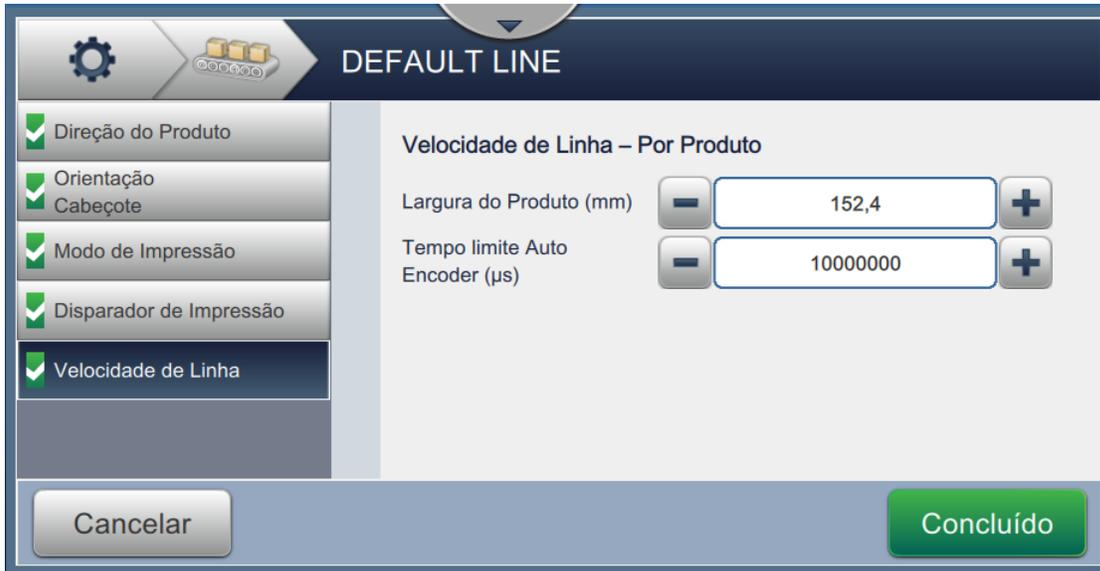

Figura 6-37: Velocidade de linha – Medida por configurações de tamanho do produto/tempo
2. Altere os parâmetros necessários na tela Configurações, como mostra a Figura 6-37.